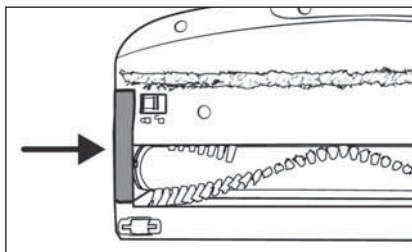

Fig. 29
- 6) Volte a colocar o suporte de rolo de escova **20** na escova para chão **22**. Pressione-o para baixo, até este encaixar na escova para chão **22** com um clique audível (ver fig. 29).